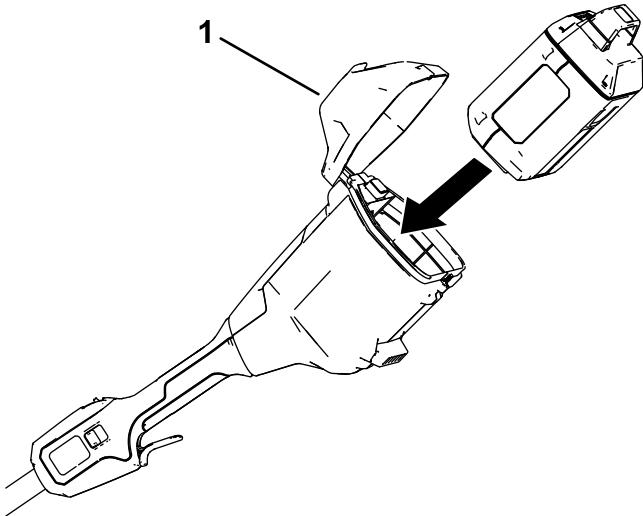

Figura 7
2. Abra la tapa de la batería (Figura 7).
3. Alinee el hueco de la batería con la lengüeta del compartimento de la batería (Figura 7).
4. Introduzca la batería en el compartimento de la batería hasta que la batería encaje en el enganche (Figura 7).